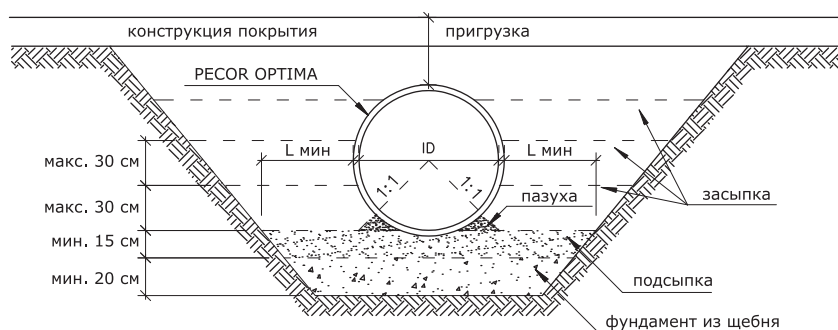

Рис. 13. Способ формирования фундамента и засыпки для труб РЕСОР ОПТИМА®
- засыпку необходимо укладывать слоями, равномерно с каждой стороны трубы, с толщиной слоя в свободном состоянии не более 30 см (рис. 13)